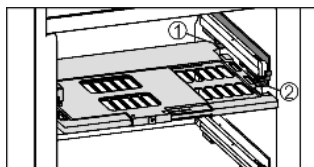

Fig. 19
- ▶ Установка пластины регулировки влажности: поперечные ребра крышки на пластине вставить через низ в задний держатель Fig. 19 (1) и защелкнуть спереди на держателе Fig. 19 (2).